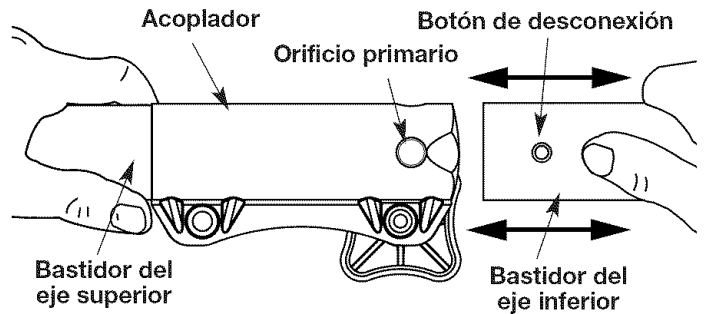

Fig. 7
3. Mientras sostiene el bastidor del eje superior con firmeza, quite el accesorio de corte o el accesorio optativo fuera del acoplador en línea recta (Fig. 7).
2. Mientras sostiene el accesorio con firmeza, empújelo dentro del acoplador en línea recta (Fig. 7).
NOTA: La instalación será más fácil si alinea el botón de desconexión con el hueco de guía (Fig. 7).